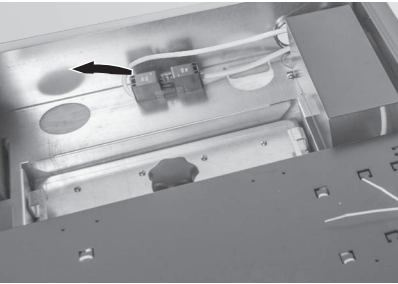

Fig. 64 Staccare la spina di rete dell'apparecchio
- ▶ Togliere assolutamente tensione alla caldaia (ad es. staccando la spina di rete) prima di effettuare qualsiasi lavoro di pulizia o riparazione – Fig. 64.
► Inserire la spina di rete dell'apparecchio – Fig. 64.